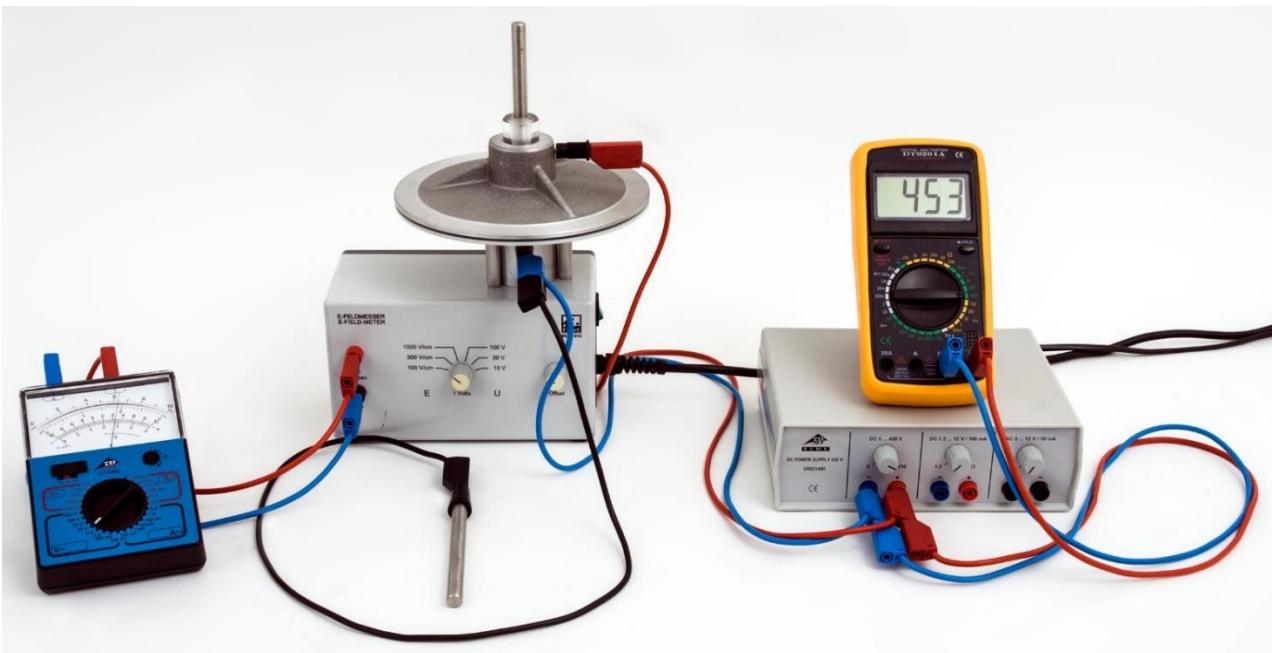

Fig. 1: Ordem da medição
- Montar a experiência conforme Fig. 1. Ainda não ligar a fonte de alimentação DC.